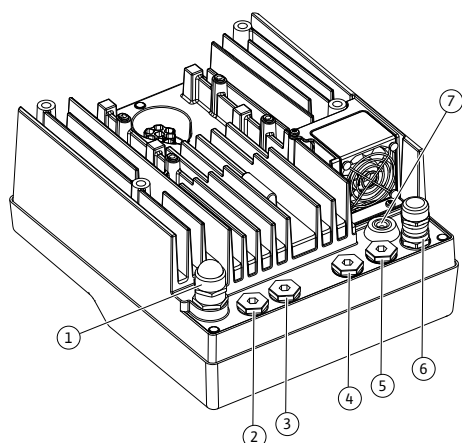

Fig. 18: Prensaestopas/pasamuros
4. Guíe el cable de conexión por el prensaestopas M25 (Fig. 18, Pos. 1). Apriete el prensaestopas con los pares de apriete prescritos.